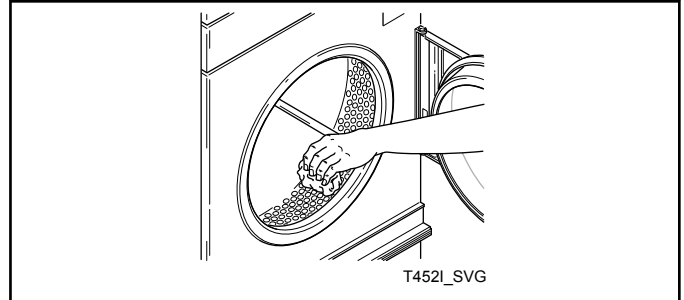

Abbildung 13
10. Die Trommel mit einem Allzweckreiniger oder einer Lösung aus Reinigungsmittel und Wasser auswischen. Siehe *Abbildung 13*.